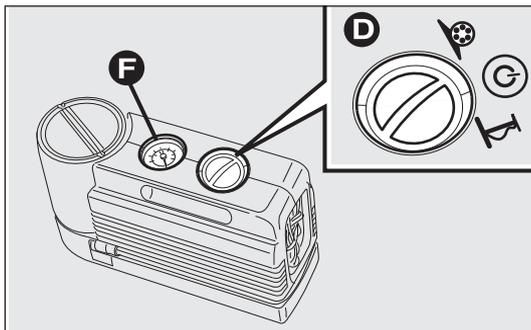
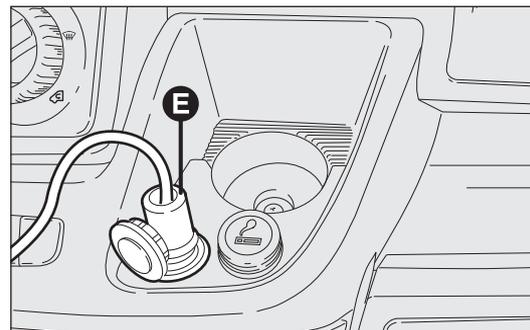

Abb. 179
Abb. 180
- Den Stecker E-Abb. 180 in die nächste 12 V Steckdose einstecken und den Motor anlassen. Den Wahlschalter D-Abb. 179 gegen Uhrzeigersinn in Stellung Reparatur drehen. Das Set durch Betätigen des On/Off-Schalters einschalten. Den Reifen auf den vorgeschriebenen Reifendruck bringen, der im Abschnitt „Reifendruck“ im Kapitel „Technische Daten“ aufgeführt ist;
- Um eine genaue Ablesung zu erhalten empfehlen wir, den Druckwert am Druckmesser F-Abb. 179